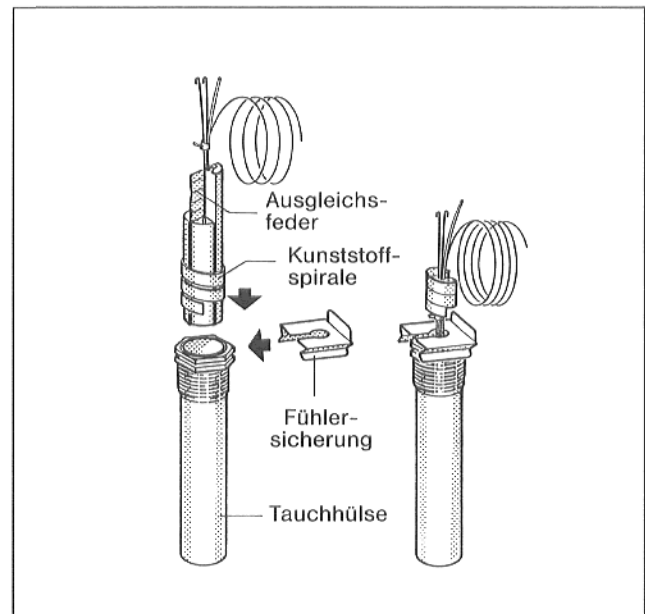

Abb. 20
- Die Kunststoffspirale – zum Zusammenhalten der Fühler – schiebt sich beim Einstecken automatisch zurück (Abb. 20).
Um den Kontakt zwischen Tauchhülse und Fühlerflächen zu gewährleisten und somit eine sichere Temperaturübertragung herzustellen, muß die Ausgleichfeder zwischen den Fühlern eingeschoben sein (Abb. 20).